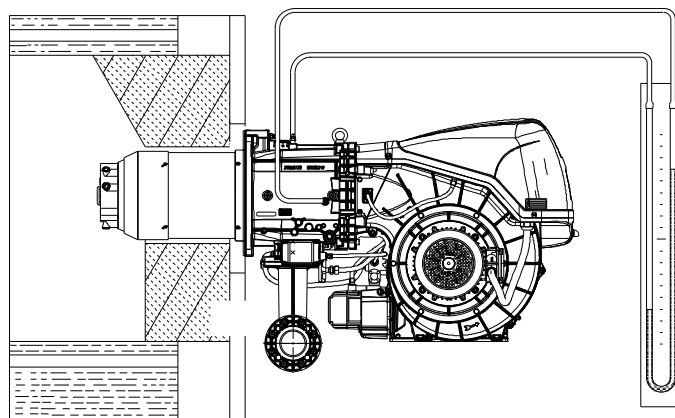

Fig. 30
- Monter un manomètre en U ou un manomètre de type différentiel (Fig. 30), avec prise (+) sur la pression du gaz du manchon et (-) dans la chambre de combustion. Il sert à mesurer approximativement la puissance MAX. du brûleur, à l'aide du Tab. Q à la page 31.
L'arrivée de gaz au manchon est mise en évidence sur le manomètre en U (Fig. 30).